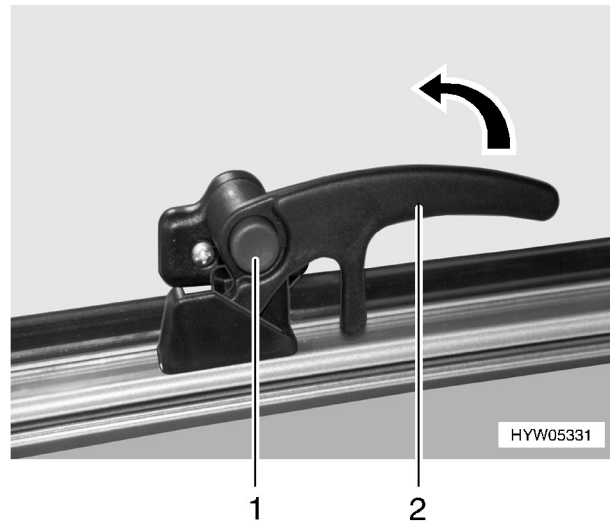

Bild 31 Ausstellfenster, Verriegelungshebel geschlossen (Variante 2)
- ▲ Bei jeder Bedienung des Verriegelungshebels den roten Sicherungsknopf (Bild 31,1) drücken.
- Sicherungsknopf (Bild 31,1) drücken und gedrückt halten.
- Verriegelungshebel (Bild 31,2) senkrecht stellen.